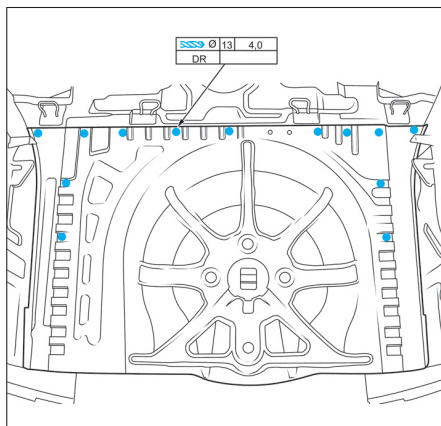
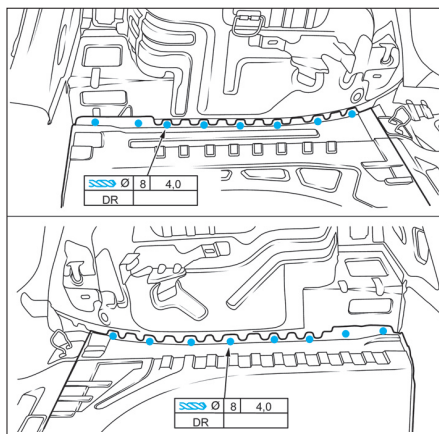

FIG. 72
FIG. 73
- Effectuer des trous sur le plancher arrière neuf (Fig.72) et (Fig.73).